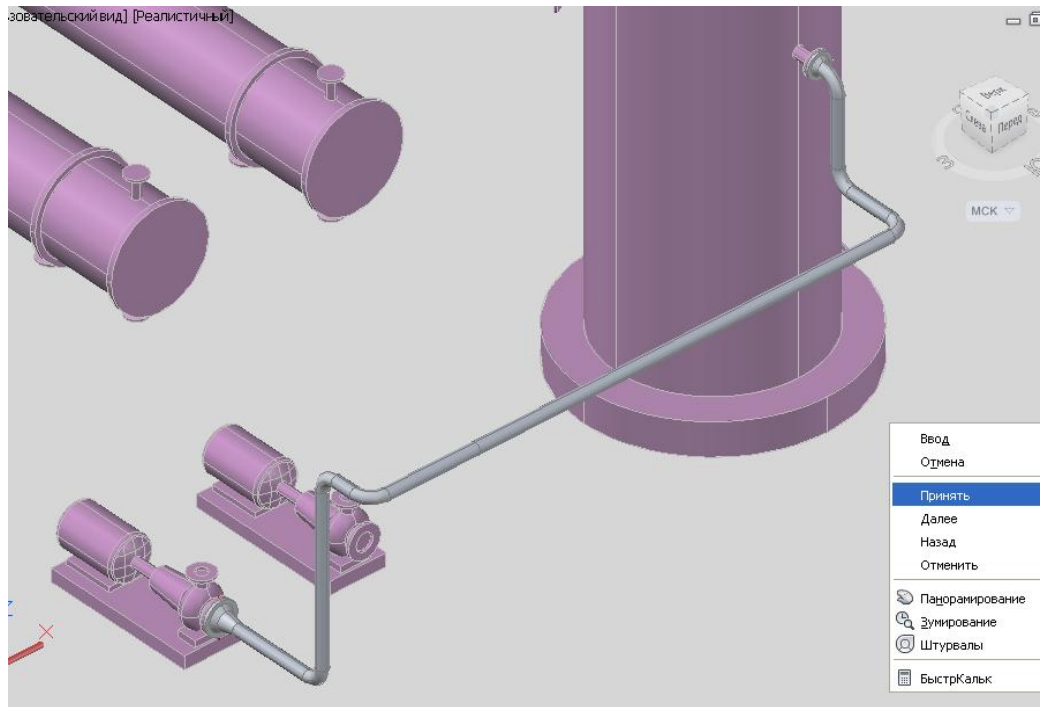

Рис. 81
- Программа предлагает несколько вариантов трассировки. Можно последовательно просмотреть все предлагаемые варианты, выбирая в контекстном меню команду **Далее**. Просмотрите все варианты и выберите подходящий (Рис. 81).